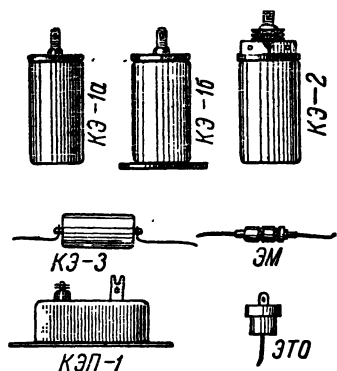

Рис. 8. Электролитические конденсаторы.
**Электролитические конденсаторы** (рис. 8) представляют собой совершенно особую по своим свойствам группу конденсаторов. Диэлектриком в них служит чрезвычайно тонкая оксидная пленка на поверхности алюминиевой фольги, формируемая путем электролиза.